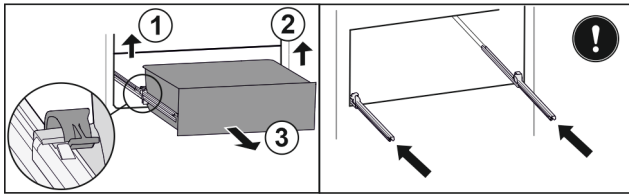

Fig. 91
- ▶ Linke Klemme anheben und gleichzeitig Schubfach links nach vorne ziehen. Fig. 91 (1)
- ▶ Rechte Klemme anheben und gleichzeitig Schubfach rechts nach vorne ziehen. Fig. 91 (2)
- ▶ Schubfach nach vorne entnehmen. Fig. 91 (3)